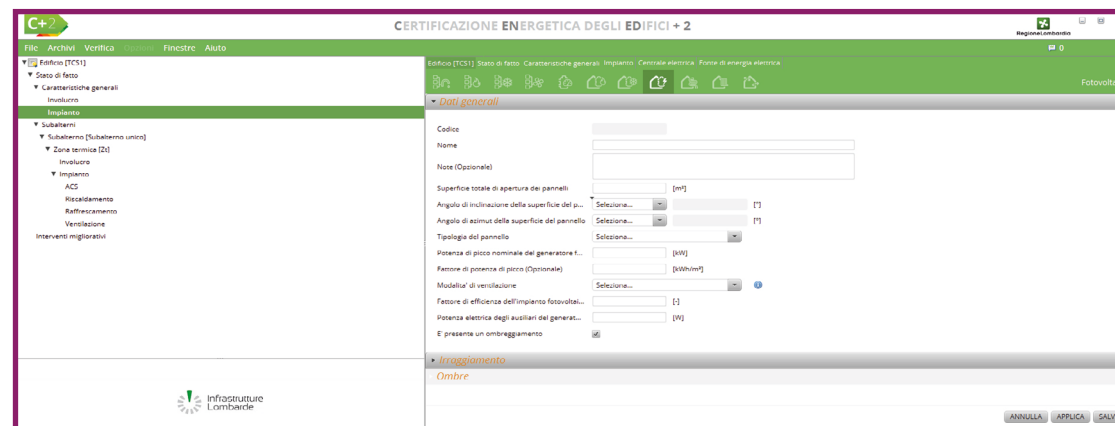

Figura E.65_Centrali elettriche - Nuova fonte energia elettrica - Pannelli fotovoltaici
- **Pannelli fotovoltaici (Figura E.65);**
In caso di selezione della tipologia **“Pannelli fotovoltaici”** nella schermata “Fonte di energia elettrica” viene mostrata la sezione **Fotovoltaico**, all’interno della quale è necessario selezionare il pulsante in basso a destra **“Nuovo impianto fotovoltaico”** e accedere alla relativa schermata di compilazione (Figura E.65) che richiede l’inserimento dei seguenti campi: